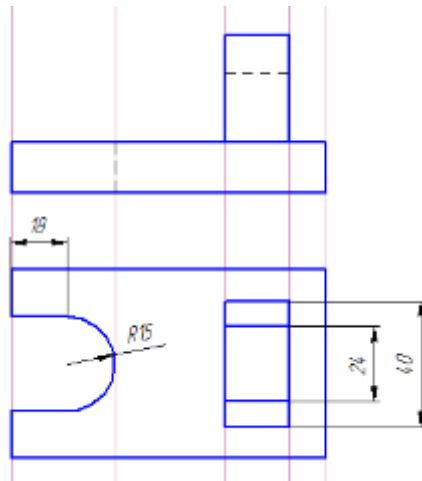

Рис. 19.13
- Выполните построение вида сверху (рис. 19.13).